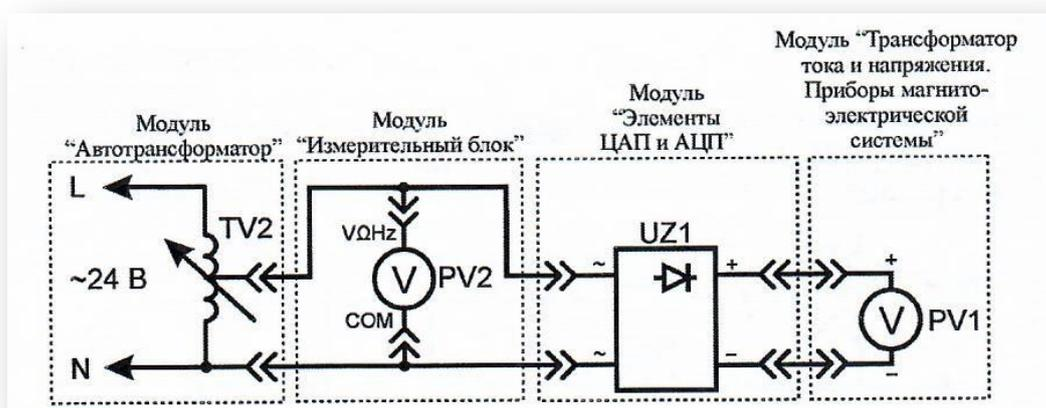

Рис. 24. Схема электрическая соединений лабораторных модулей для измерения переменного напряжения
1. Согласно схеме (рис. 24) выполнить электрические соединения модулей для измерения переменного напряжения аналоговым ( $PV1$ ) и цифровым ( $PV2$ ) вольтметрами при помощи выпрямительного моста. **Монтаж схемы производить при отключенном питании.**